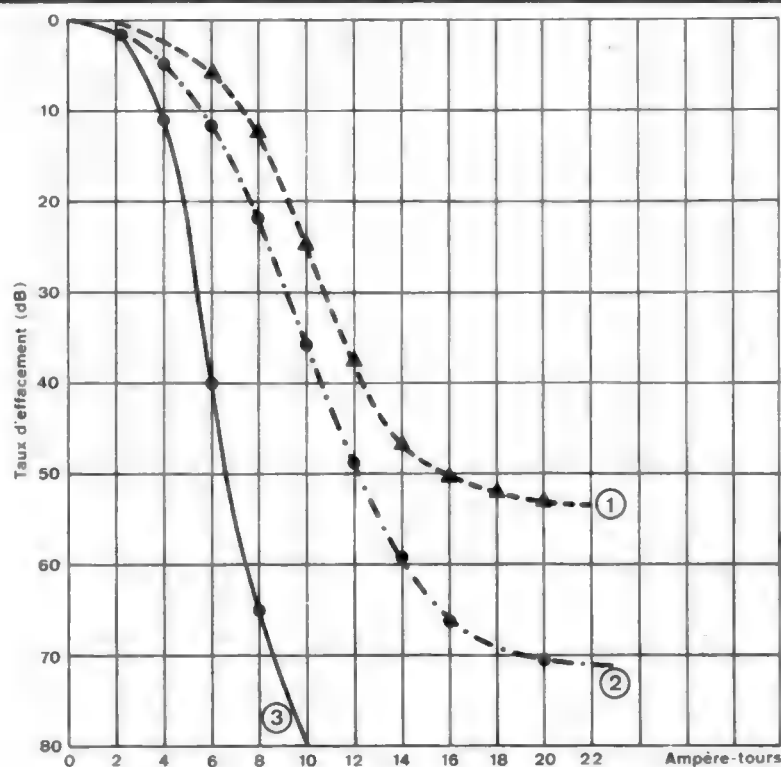

Fig. 7
associé ou d'atteindre des échauffements excessifs des circuits. Nous donnons (fig. 7) les performances d'une nouvelle tête d'effacement (3) développée par Sony comparée à des têtes plus conventionnelles : à semi-double entrefer (1) ou à double entrefer (2). Avec seulement 8 A/t,